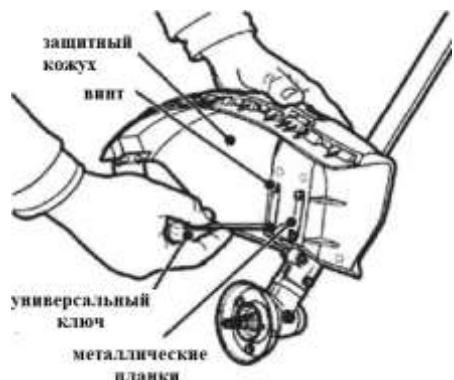

Рис. 2 Установка защитного кожуха бензиновой косы.
1. Установите защитный кожух Рис. 2 на кронштейн крепления защитного кожуха;